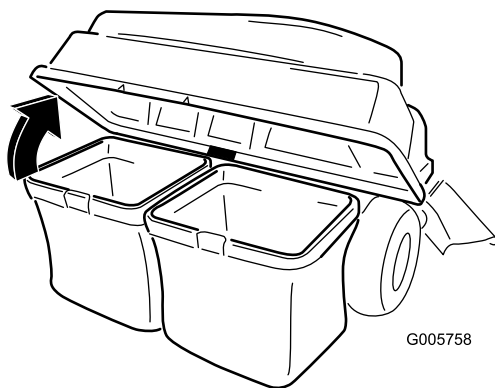

Рисунок 45
3. Откройте (поднимите) верхнюю часть травосборника (Рисунок 45).